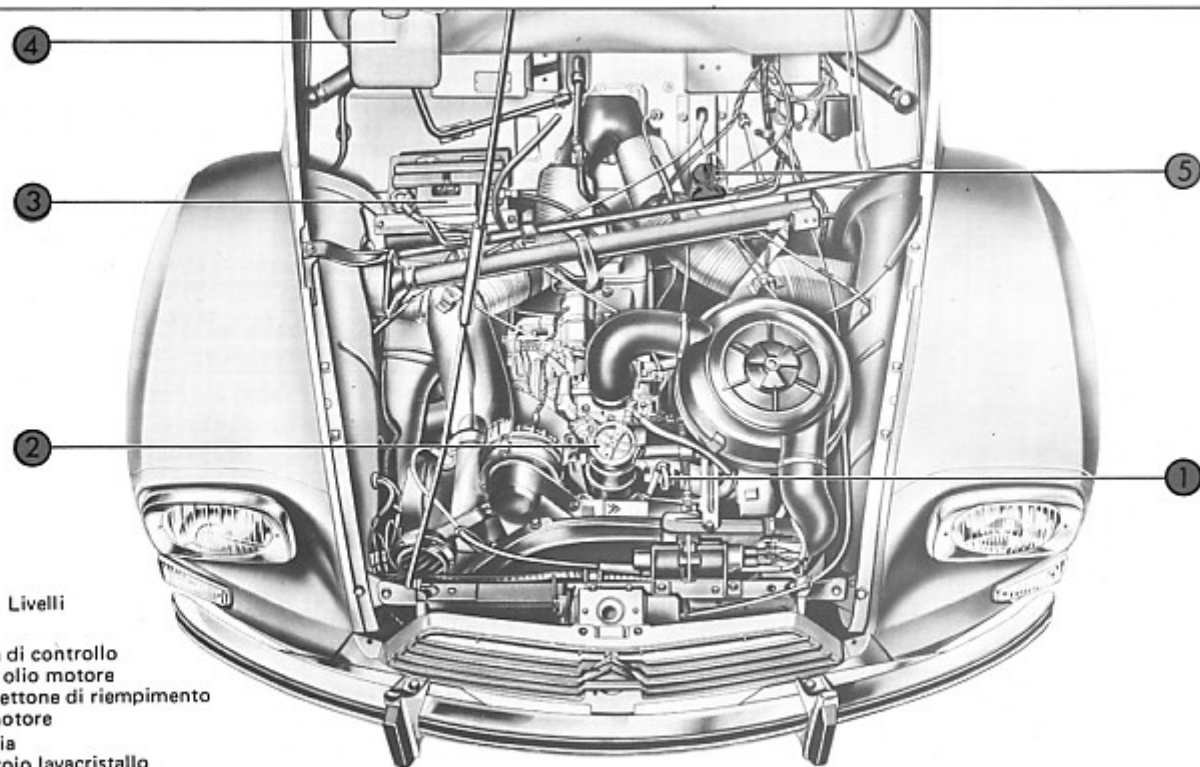

Fig. 27 - Livelli
- E' situato sotto la ruota di scorta (ved. fig. 27 - rif. 5).